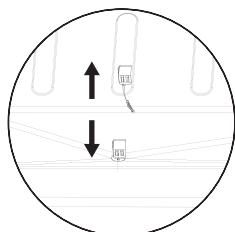

Abb. 1
- Um ein ordnungsgemäßes Abfließen des Abtauwassers zu gewährleisten, reinigen Sie regelmäßig den Ablauffilter am Tauwasserausfluss. Dieser Ausfluss befindet sich auf der Rückseite des Kühlbereichs (siehe Abb. 1) Lassen Sie den Ablauffilter immer eingesetzt, damit sich der Tauwasserabfluss durch Verschmutzungen nicht zusetzt.